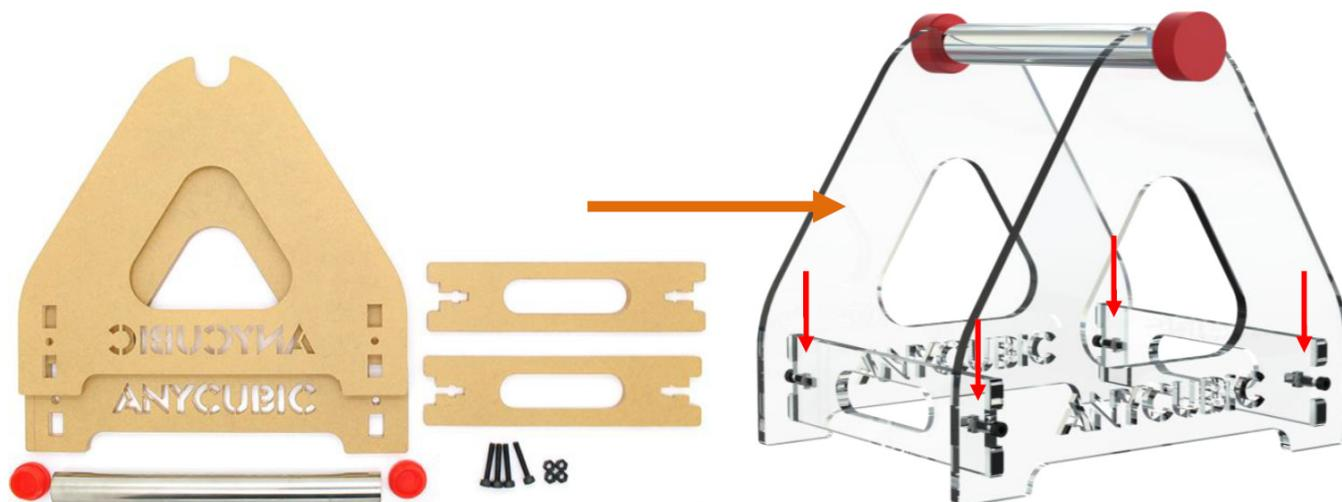

Abbildung 5
- (1) Setzen Sie den Spulenhalter, wie in **Abb. 5** gezeigt, zusammen und ziehen Sie die 4 Schrauben und Muttern an den unteren 4 Ecken fest. Ziehen Sie dafür zuerst die Schutzhülle der Acrylplatten ab!